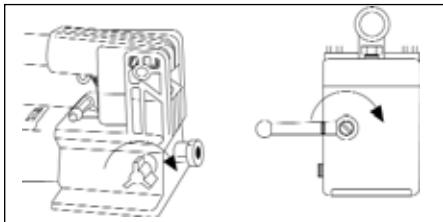

Bild 6
1. Stäng tryckbegränsningsventilen genom att vrinda den medurs, enligt Bild 6.